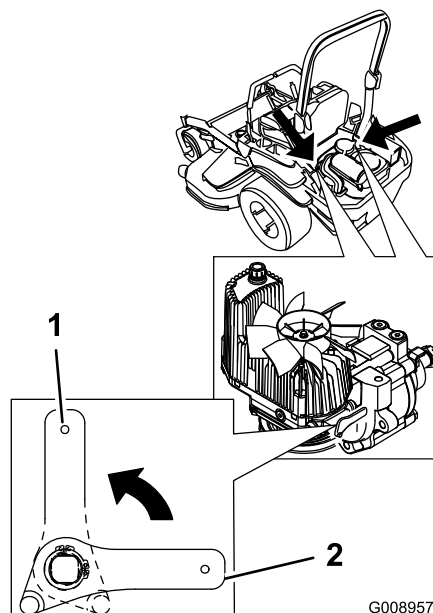

Figura 36
el aceite hidráulico se desvíe alrededor de la bomba, dejando que las ruedas giren (Figura 36).
4. Gire las palancas de las válvulas de desvío a la posición horizontal para conducir la máquina (Figura 36).